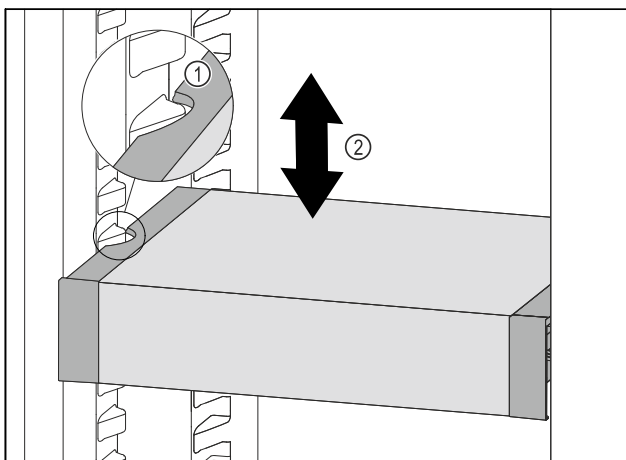

Fig. 83
- ▶ VarioSafe ťahajte dopredu, dokým sa bočné vybrania VarioSafe nebudú nachádzať vo výške rebra nádoby v chladničke. Fig. 83 (1)
- ▶ VarioSafe v chladničke presúvajte nahor alebo nadol, dokým sa dosiahne požadovaná výška. Fig. 83 (2)